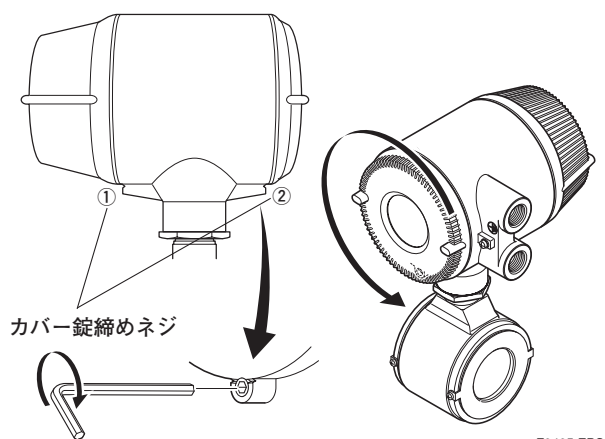

図4.1.5 端子箱カバー取り外し図
- ・ カバーの取り外しを行う際は、錠締めネジを時計方向に回しカバーのロックを解除してからカバーを取り外してください。錠締めネジの取扱いは、図4.1.5を参照してください。